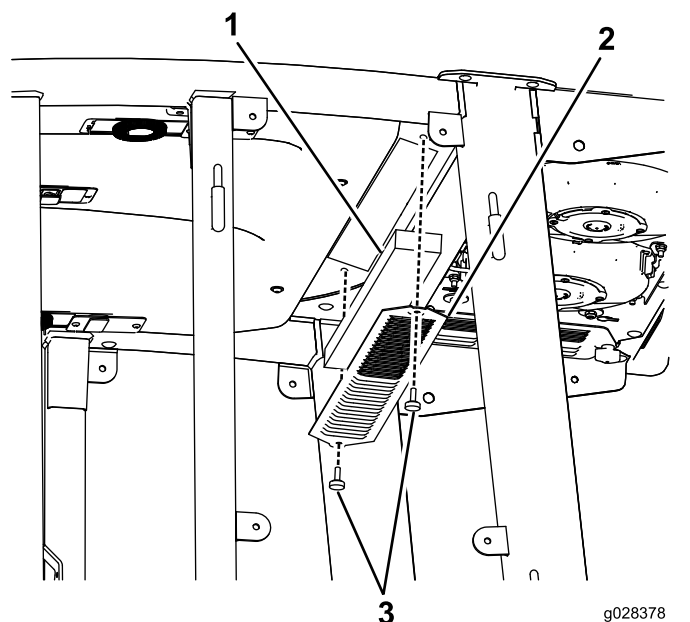
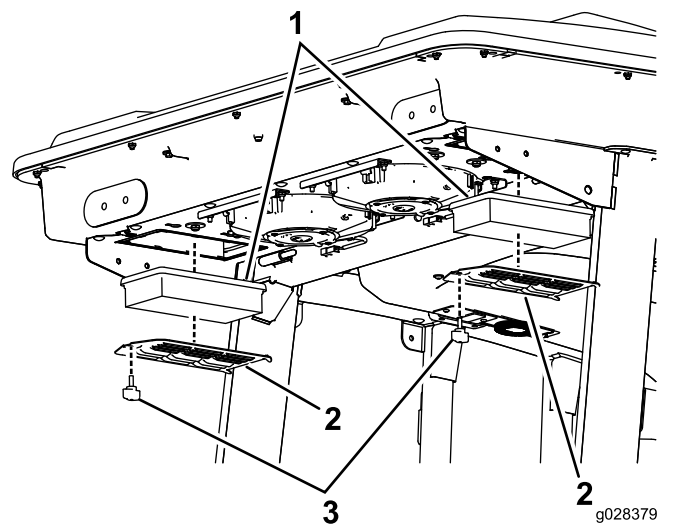
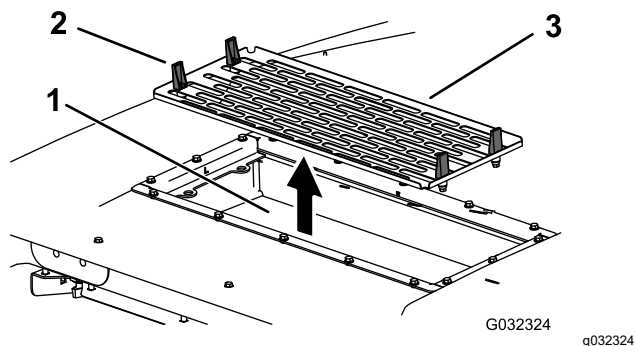

Figure 97
Figure 98
**Figure 100**
1. Retirez les vis et les grilles des filtres à air intérieur et arrière de la cabine (Figure 97 et Figure 98).
4. Déposez les filtres à air (voir Figure 98).
6. Reposez les filtres à air, la grille et le ventilateur (Figure 98, Figure 100 et Figure 101).
7. Rebranchez le câble de chaque ventilateur (Figure 100).